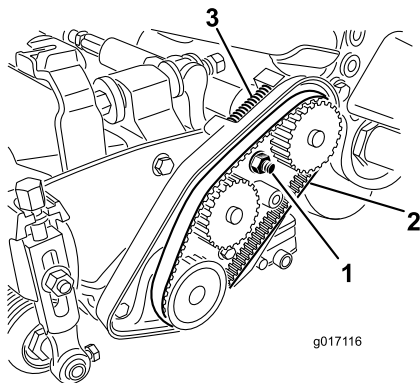

Figura 43
- A. Desaperte a porca de montagem da caixa de mancal (Figura 43).
- C. Limpe quaisquer detritos do interior do compartimento da correia e que estejam em redor da mola de compressão (Figura 43).